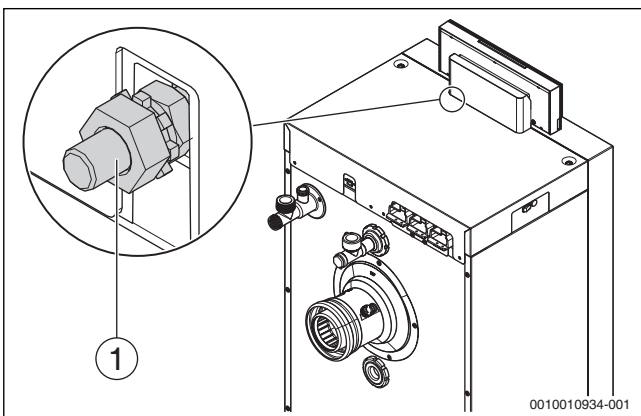

Bild 25 Positionierung zum Erdungskontakt
- Auf die Positionierung zum Erdungskontakt achten und korrekt einfügen (→ Bild 25 [1]).